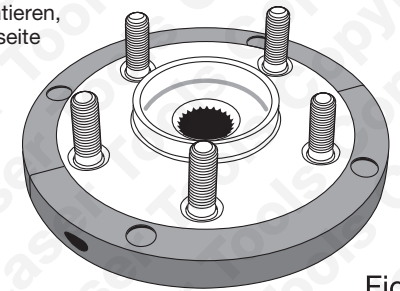

Fig 2
- Siehe Abb. 2: Setzen Sie die Klemmschalen (Einbau) (A) auf der neuen Lager/Flansch-Gruppe auf und sichern Sie diese mit den mitgelieferten Befestigungsschrauben (D).
- Montieren Sie die vier Austreiberstifte (E) auf der Austreiberplatte (B). Der O-förmige Gummiring auf dem Austreiberstift hält diesen sicher in der Aussparung/Buchse der Austreiberplatte.